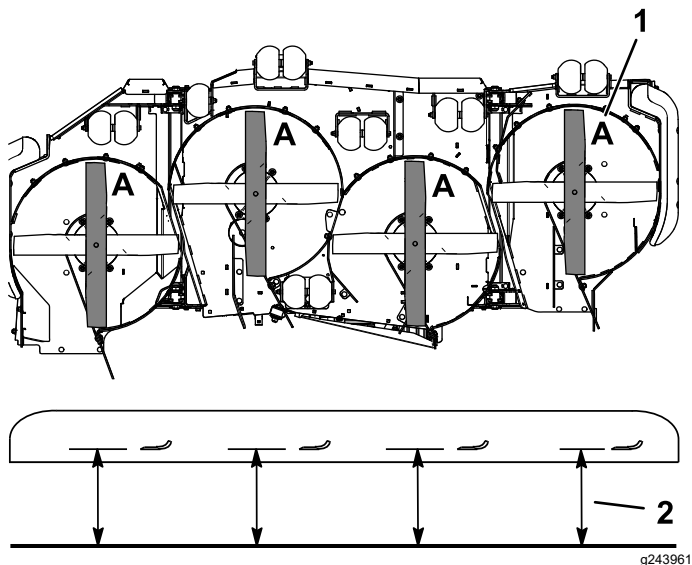

Figure 71
3. Tournez les lames dans le sens longitudinal (Figure 71).
4. Mesurez la distance entre la surface plane et le tranchant (position **A**) des lames (Figure 71).